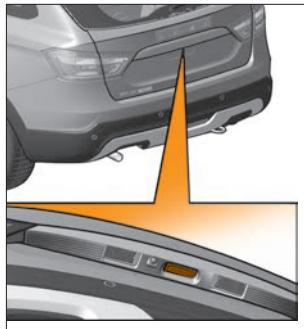

Рис. 14. Выключатель открывания замка багажника
*В вариантном исполнении* автомобиля LADA Vesta (кузов «SW» и кузов «Cross») для открывания двери багажного отделения снаружи предусмотрен выключатель открывания замка багажника (рис. 14). Открывание двери багажника от выключателя в наладке также доступно и в кузове «SE».